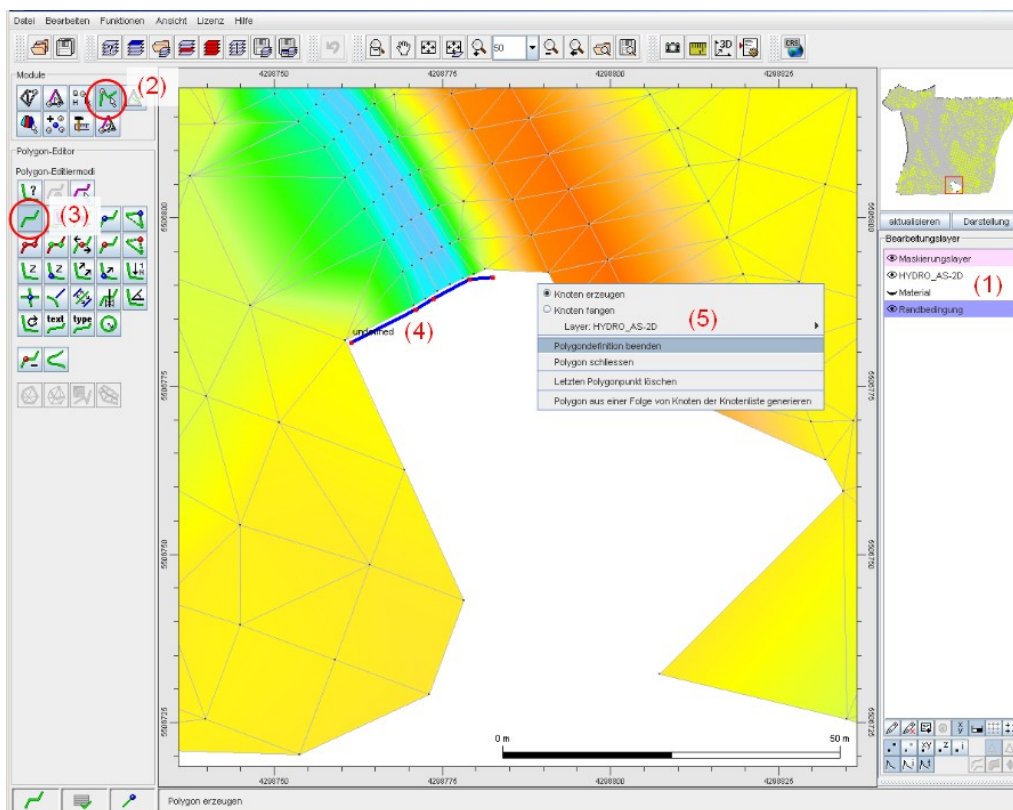
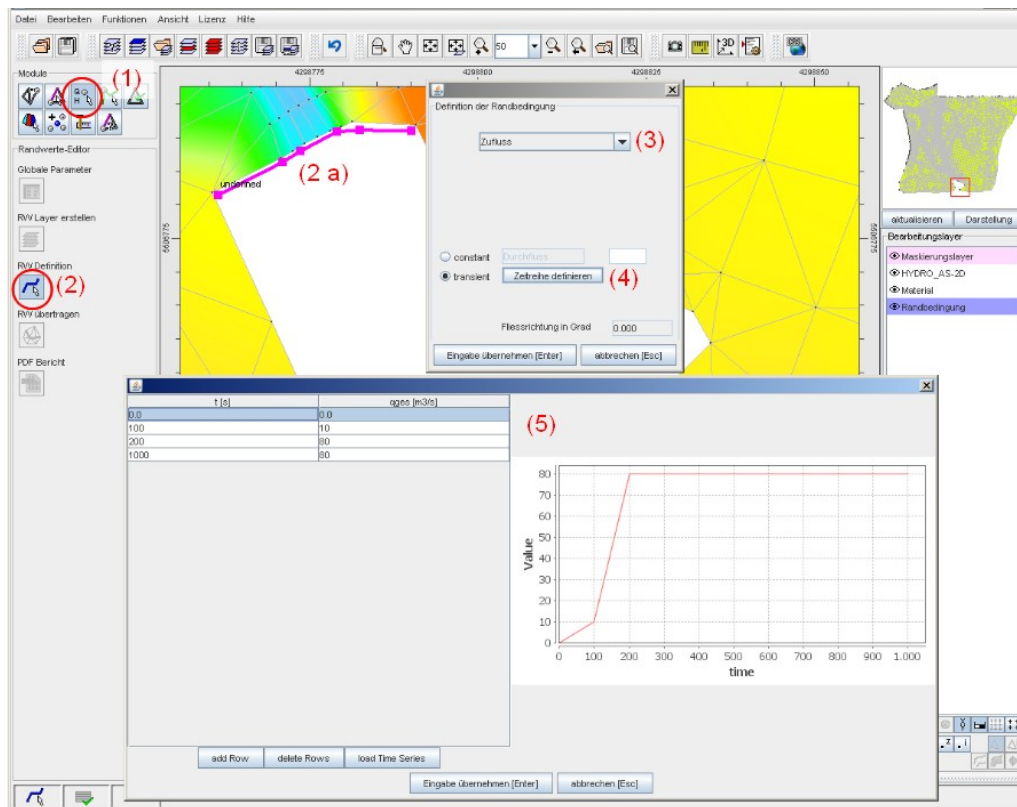
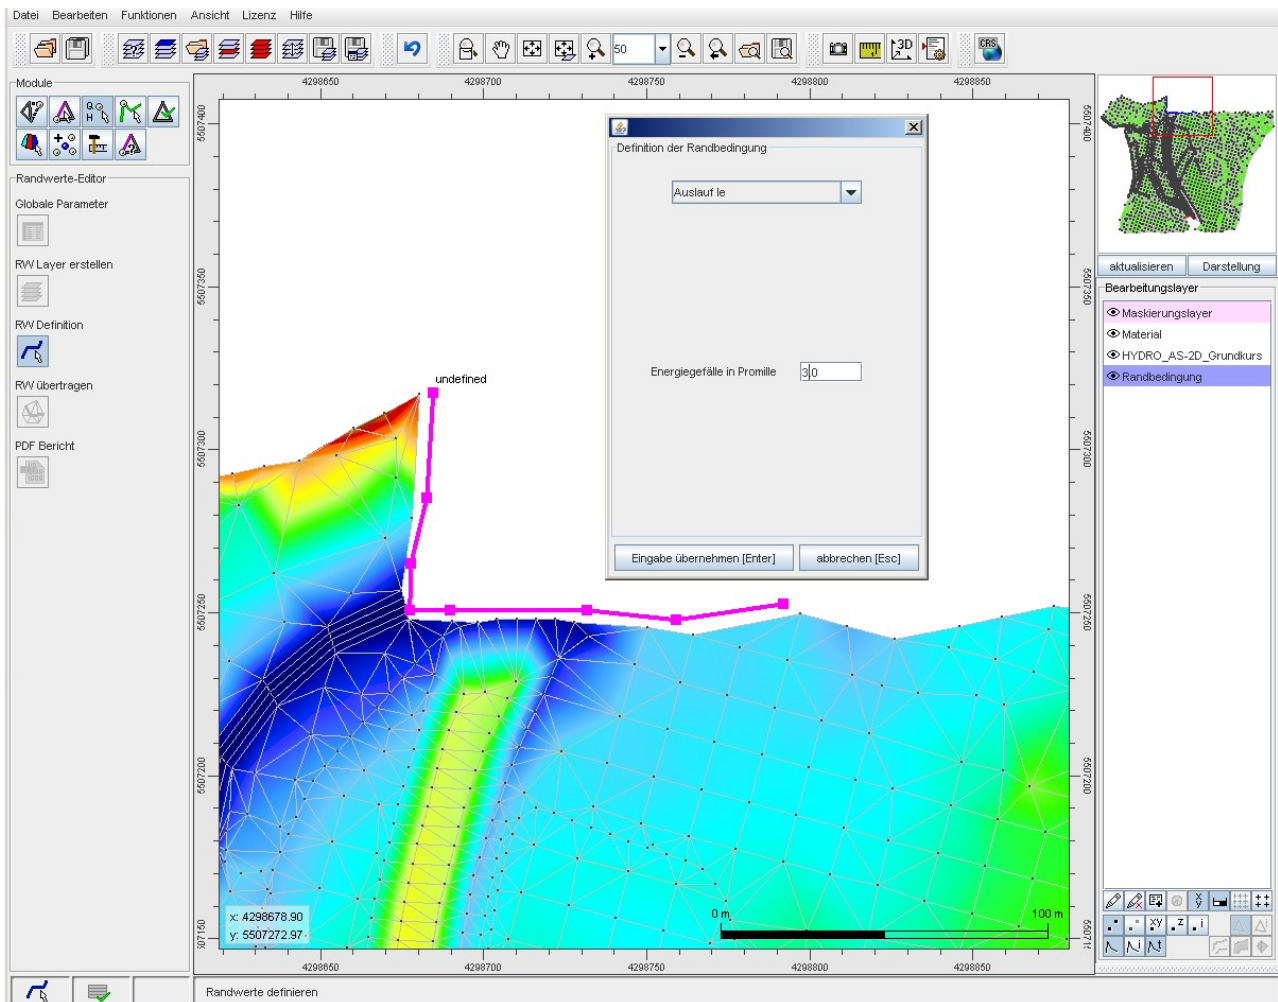

Abbildung 13: Erzeugen einer Polylinie (Nodestring) im Einlaufbereich.
Abbildung 14: Randbedingung am Einlauftrand; hier: Zuflussganglinie in m^3/s .
Abbildung 17: Randbedingung am Auslauftrand; hier: Energieliniengefälle in Promille.
Wurde ein Berechnungsnetz eingeladen und anschließend ein Randbedingung-Layer erzeugt (vgl. Kapitel 2.3.1), kann ein Zulauf auf dem Randbedingung -Layer definiert werden. Zunächst sollte geprüft werden, ob der Randbedingung-Layer in der Layer-Liste aktiv ist (1) (Mausklick). Anschließend kann im Modul 'Polygon-Editor' (2) mit der Funktion 'Polygon erzeugen' (3), eine Polylinie im Bereich des gewünschten Zulaufs mit der linken Maustaste geklickt werden (4). Über einen rechten Mausklick kann die Polygonddefinition beendet werden (5) (vgl. Abbildung 13).
Nach dem Erzeugen der Polylinie (Nodestring), wird zur Definition der Randbedingung in das Modul 'Randwerte-Editor' (1) gewechselt (vgl. Abbildung 14). Hier können mit der Funktion 'RW Definition' (2) Randwerte definiert werden, indem die zuvor erzeugte Polylinie (NS) angeklickt wird (2a). In dem sich anschließend öffnendem Fenster kann der Randbedingungstyp ausgewählt werden (hier: Zulauf) (3). Der Durchfluss kann nun als constant oder als transient definiert werden (4). Wird der Durchfluss als transient gewählt, kann in der Tabelle eine Zuflussganglinie definiert, oder importiert werden (5).
Wie bereits beim Zulauf wird auch hier eine Polylinie (Nodestring) erzeugt (vgl. Abbildung 13). Es gibt die Möglichkeiten als Auslauf Randbedingung entweder das Energieliniengefälle I_e (meist gleich dem Wasserspiegelgefälle) oder eine W/Q-Beziehung zu definieren (vgl. Abbildung 17).
Zunächst sollte geprüft werden, ob der Regelungsbauwerk-Layer in der Layer-Liste aktiv ist. Anschließend kann im Modul 'Polygon-Editor' mit der Funktion 'Polygon erzeugen', eine Polylinie im Bereich des/der gewünschten Durchlasses/Durchlässe mit der linken Maustaste geklickt werden (siehe Abbildung 13). Die Polylinie/n soll/en jeweils aus zwei Punkten bestehen, einem Entnahmepunkt und einem Zugangspunkt. Über einen rechten Mausklick kann die Polygondefinition beendet werden. Nach dem Erzeugen der Polylinie/n (Nodestring), wird zur Definition der Randbedingung in das Modul 'Randwerte-Editor' gewechselt (vgl. Abbildung 14). Hier können mit der Funktion 'RW Definition' Randwerte definiert werden, indem die zuvor erzeugte Polylinie (NS) angeklickt wird. In dem sich anschließend öffnendem Fenster kann der Randbedingungstyp ausgewählt werden (z. B. Durchlass Rechteck oder Durchlass Kreis). Durch klicken der rechten Maustaste können mehrere Randbedingungen gleichzeitig über unterschiedliche Selektionsmechanismen definiert werden. Die Sohlhöhen z_1 und z_2 des Durchlasses werden automatisch beim Übertragen der Randbedingungen auf Geländehöhe plus 1 cm gesetzt!
Zunächst sollte geprüft werden, ob der Regelungsbauwerk-Layer in der Layer-Liste aktiv ist. Für die Definition eines Wehres erstellen Sie eine Polylinie (NS), indem Sie jeweils einen Knoten oberhalb des Wehres und einen Knoten unterhalb des Wehres erzeugen/klicken (im Modul 'Polygon-Editor' mit der Funktion 'Polygon erzeugen', siehe Abbildung 13). Die Polylinie/n soll/en jeweils aus zwei Punkten bestehen. Erzeugen Sie an jeder Knotenverbindung quer über den Flussschlauch eine solche Knotenverbindung. Nach dem Erzeugen der Polylinie/n (Nodestring), wird zur Definition der Randbedingung in das Modul 'Randwerte-Editor' gewechselt (vgl. Abbildung 14). Hier können mit der Funktion 'RW Definition' Randwerte definiert werden, indem die zuvor erzeugten Polylinien (NS) angeklickt werden. In dem sich anschließend öffnendem Fenster kann der Randbedingungstyp ausgewählt werden (Wehrüberfall). Durch klicken der rechten Maustaste können mehrere Randbedingungen gleichzeitig über unterschiedliche Selektionsmechanismen definiert werden.